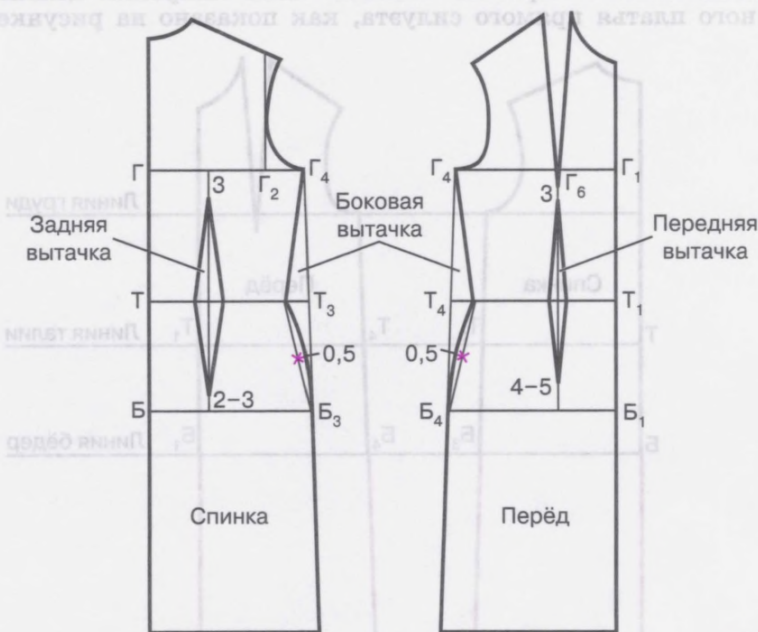

Рис. 36. Расположение вытачек по линии талии
Наиболее часто талиевые вытачки располагают следующим образом (рис. 36):
Примечания (см. рис. 36). 1. Вершина задней вытачки не доходит до линии груди на 3 см и до линии бёдер на 2—3 см.
- в — выполните построение талиевых вытачек по своим расчётам (см. рис. 36);